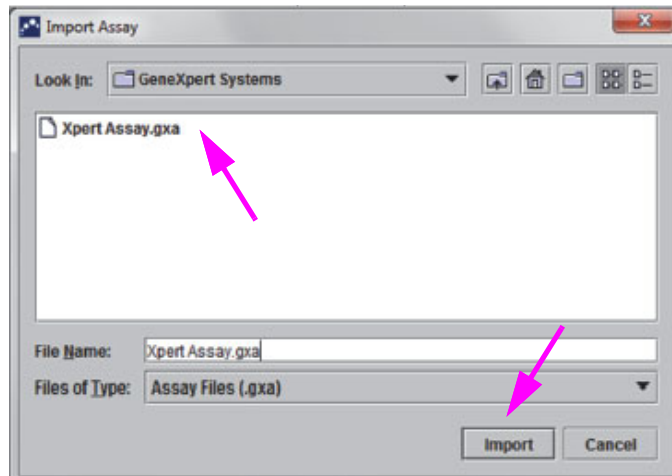

Figura 2-92. Caseta de dialog Importare analiză
2. Faceți clic pe **Importare (Import)**. Apare caseta de dialog Importare analiză (Import Assay). Consultați Figura 2-92.